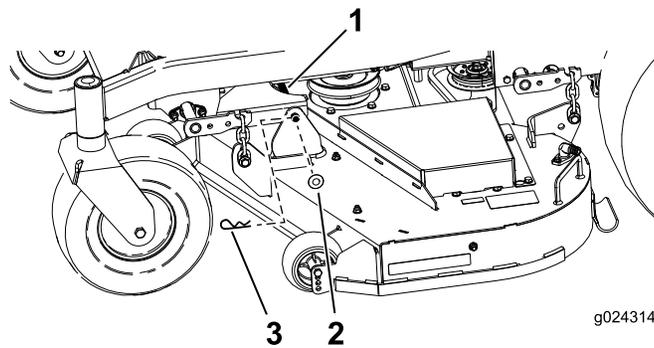

Figura 74
1. Retire la chaveta y la arandela que sujetan el pasador de enganche al bastidor y a la carcasa; retire el pasador de enganche (Figura 74).
9. Sujete el perno de enganche con las chavetas y las arandelas que retiró anteriormente (Figura 74).